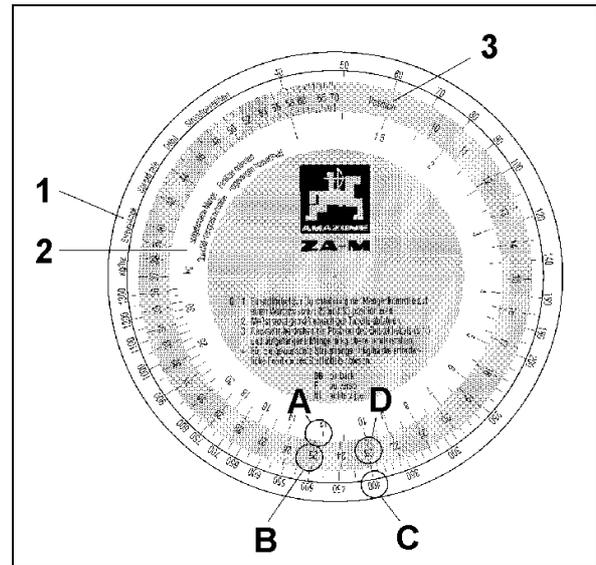

Fig. 47
- Der äußeren, weißen Skala mit den Streumengen [kg/ha] (Streuemenge) (Fig. 47/1).
- Der inneren, weißen Skala für die bei der Streumengen-Kontrolle aufgefangene Düngermenge [kg] (aufgefangene Menge) (Fig. 47/2).
- Der mittleren, farbigen Skala mit den Schieberstellungen (Position) (Fig. 47/3).
6. Rechenscheibe zur Hand nehmen. Auf Skala (Fig. 47/2) für aufgefangene Menge [kg] Zahlenwert 12,5 (Fig. 47/A) aufsuchen und mit gewählter Schieberstellung (Position) 25 (Fig. 47/B) der farbigen Skala (Fig. 47/3) übereinanderstellen.
7. Gewünschte Streumenge 400 kg/ha (Fig. 47/C) aufsuchen und erforderliche Schieberstellung (Position) 23 (Fig. 47/D) ablesen.